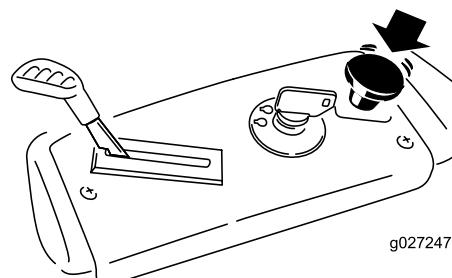

Figure 13
- Désengagez les lames en poussant la commande des lames en position Désengagée (Figure 13).